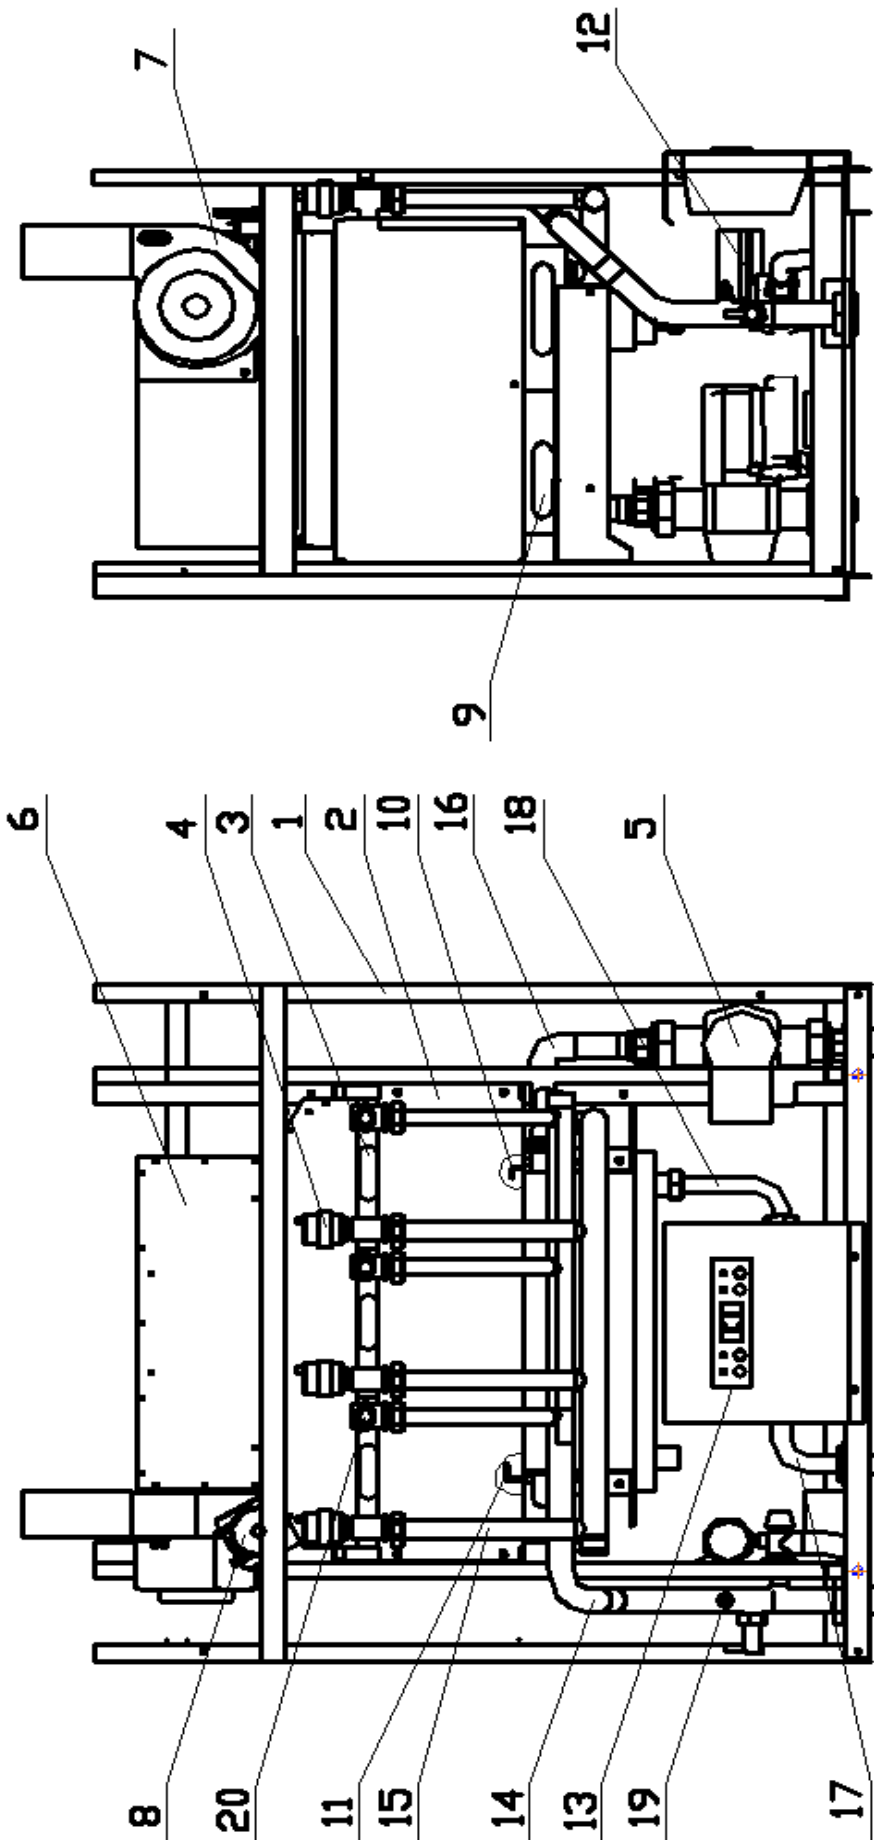

Рисунок 1. Котел опалювальний МАЯК-99КМВ
6.1.4 Наповнити систему опалення водою, відкривши попередньо крани в системі опалення та на котлі. Для запобігання появи повітряних пробок, заповнення слід виконувати повільно. Для видалення повітря з системи необхідно відкрутити на 2 оберти пробки на клапанах відводу повітря (поз.4 рис.1 та 3). Тиск в системі підняти від 0,11(1,1) МПа(кгс/см²) до 0,15(1,5) МПа(кгс/см²) у холодному стані. Після видалення повітря пробку закрити.
Перед включенням котла слід переконатися в тому, що в розетці присутня напруга 220В 50 Гц та підключенні котла до контуру заземлення. Перевірити наявність необхідного тиску в опалювальному контурі за допомогою манометра, встановленого на котлі. Мінімальний робочий тиск для використання котла – не менше 0.003 МПа (3 м вод.ст.). Для видалення повітря з системи повинні бути відкриті автоматичні повітряні клапани (поз.4, рис.1 та 3).